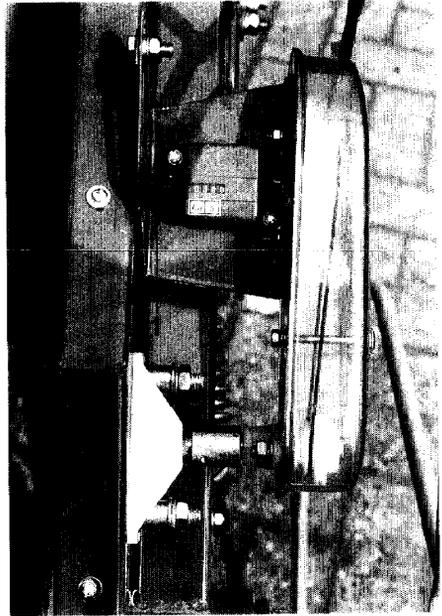

Fig. 103
Avant de semer, remettre le compteur d'hectares à zéro en tournant le bouton molleté (fig. 103/1).
- Enlever le protecteur de la chaîne (fig. 103/2) de l'entraînement oscillant.
- Remonter le protecteur de la chaîne (fig. 103/2).